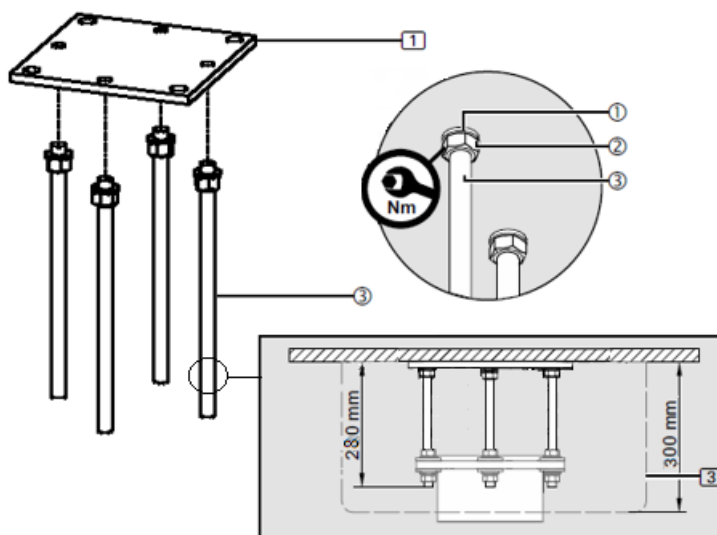

Fig. 5 Montarea plăcii de interfață fără tavan fals
- Pentru ornamentul de tavan (3), care are o înălțime de 300 mm, șuruburile filetate 6/12 M16 x 350 mm (3) trebuie tăiate la 280 mm. A se vedea Fig. 5.
- Îndepărtați ușor bavurile de pe șuruburile filetate M16 x 350 mm (3) pentru a asigura o fixare maximă a filetului în placa de interfață (1).
- Înșurubați câte o piuliță hexagonală M16 (2) pe fiecare șurub filetat M16 (3), apoi așezați câte o șaibă elastică (1) pe fiecare.